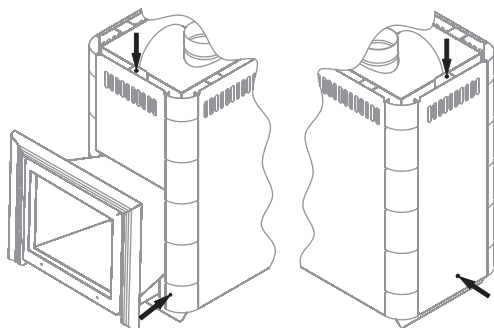

Рисунок 9. Винты для демонтажа конвектора печи «Ангара Витра»
2. Снять конвектор, открутив 5 саморезов (рисунок 9)